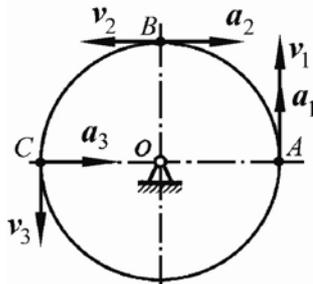

图 1-3
3、圆盘作定轴转动, 若某瞬时其边缘上 A、B、C 三点的速度、加速度如图 1-3 所示, 则_____的运动是不可能的。